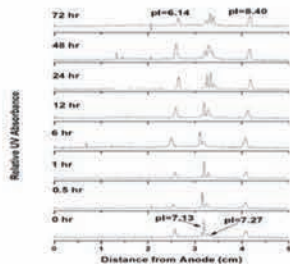
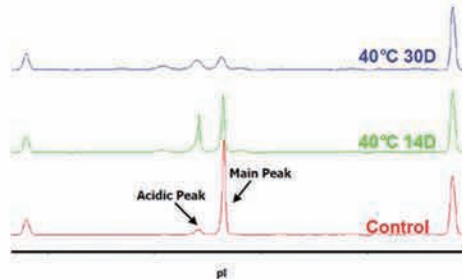
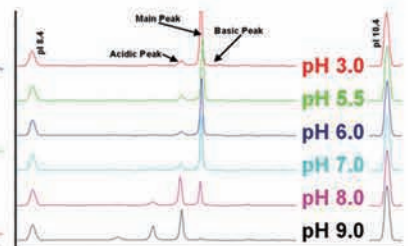

图4-1: HbA0在37°C放置3天的稳定性
图4-2: cIEF-WCID研究蛋白质药物在40°C时的贮存稳定性
图4-3: cIEF-WCID研究蛋白质药物在不同pH值时的稳定性
**应用4: 蛋白质和抗体药物的稳定性对于新药研发和质控有重要意义，**（图4-1）显示了cIEF-WCID研究HbA0溶液(10 μmol/L)在37°C放置3天的稳定性，实验表明在1小时内HbA0溶液保持稳定（二个不同构象蛋白的pI点分别为7.13和7.27），1小时后HbA0发生降解，产生不同pI点的蛋白成分。（图4-2）显示了蛋白质药物在40°C放置14天和30天的稳定性考察，实验表明，在14天时，酸性杂质蛋白的含量明显提高，主成分蛋白的含量明显下降；在30天时，主成分蛋白几乎完全消失。蛋白质药物在不同的pH值溶液中的稳定性对于药物研发以及工艺研究非常重要，（图4-3）表明供研究的蛋白质药物在酸性条件下（pH<7.0）比较稳定，主成分蛋白的含量以及二个杂质蛋白质（酸性和碱性蛋白质）的含量没有明显改变，但随着pH进一步提高到碱性区（pH8和9），主成分蛋白含量明显下降，3个明显的酸性蛋白质杂质能够被观察到